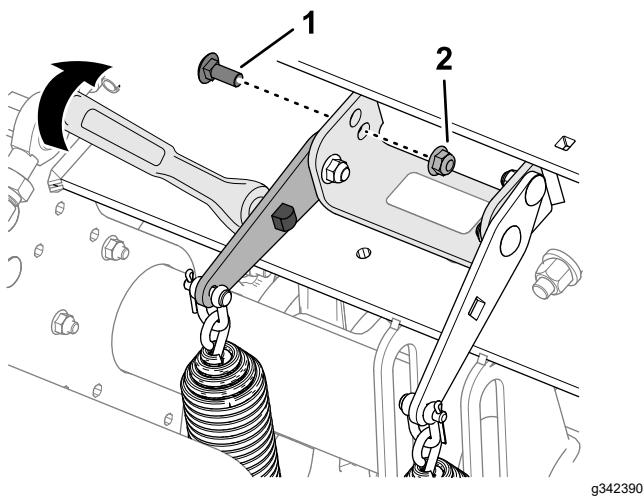

Рисунок 119
4. Вставьте ключ с храповым механизмом на $\frac{1}{2}$ дюйма или монтировку в квадратное отверстие пластины натяжения пружины (Рисунок 119).